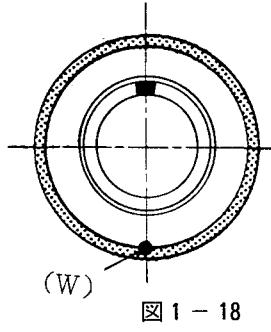

図1-18
(5) 止めピンをさし込んで、Wと反対側の位置に、1個のバランス駒を取り付け、本締めする(図1-18)。